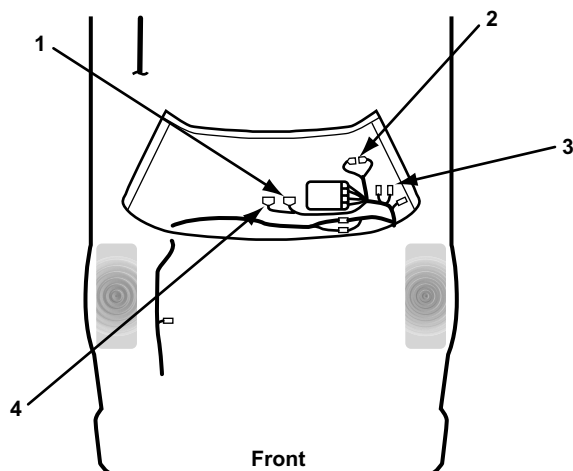

Figure 15-39 1987 Justy
- “1987 Justy” on page 203 (Figure 15-39)